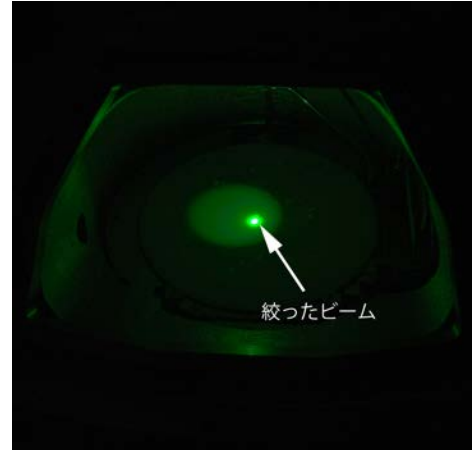

図 10 Brightness でビームを絞る
9. 操作盤 L の BRIGHTNESS つまみ（青）で電子線を最も小さく絞る（図 10）。